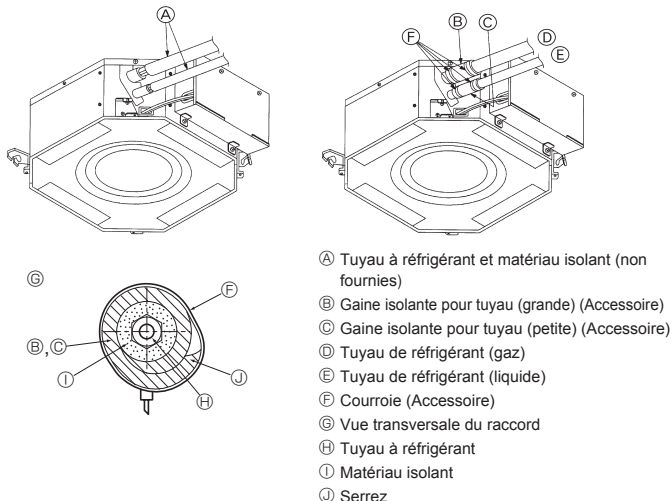

Fig. 5-4
5.3. Appareil intérieur (Fig. 5-4)